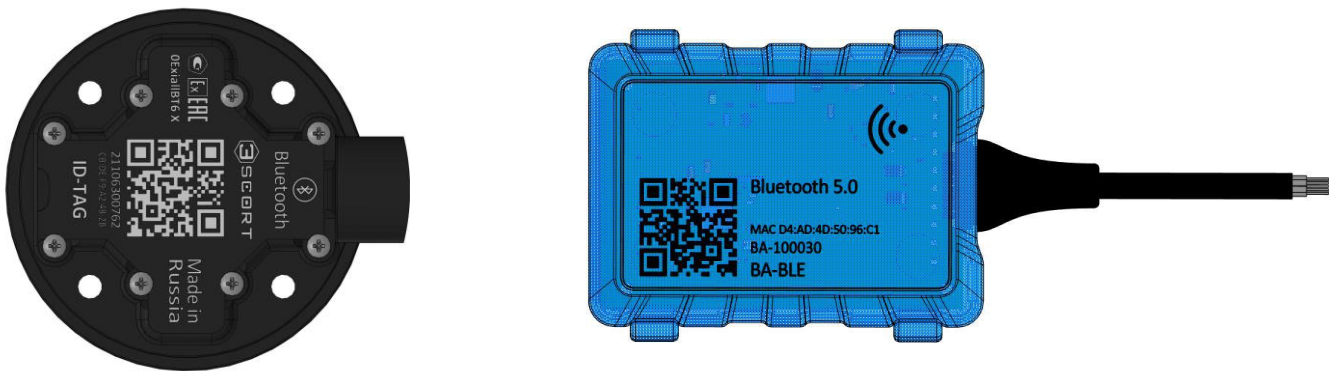

Рисунок 21 – Ориентация адаптера BA-BLE относительно метки ESCORT TAG
значок «✓», после чего откроются доступные настройки (рисунок 21);
- Фильтр по уровню сигнала включается переключателем «» возле строки «Сигнал» (рисунок 21). Пороговый уровень сигнала вводится вручную в следующей строке;